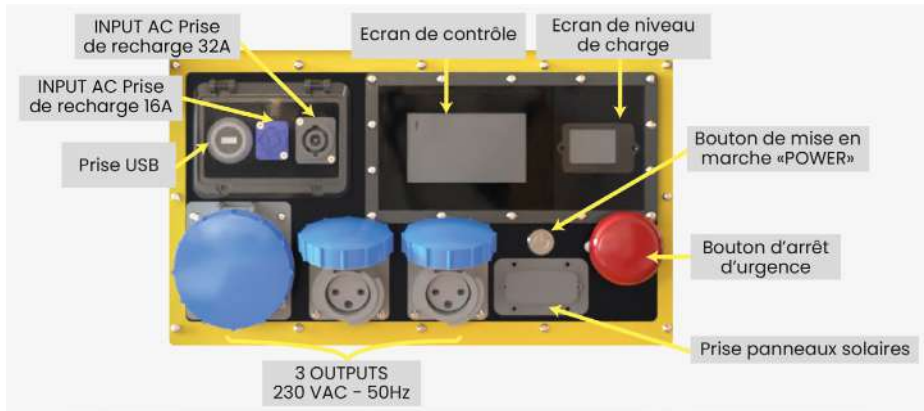
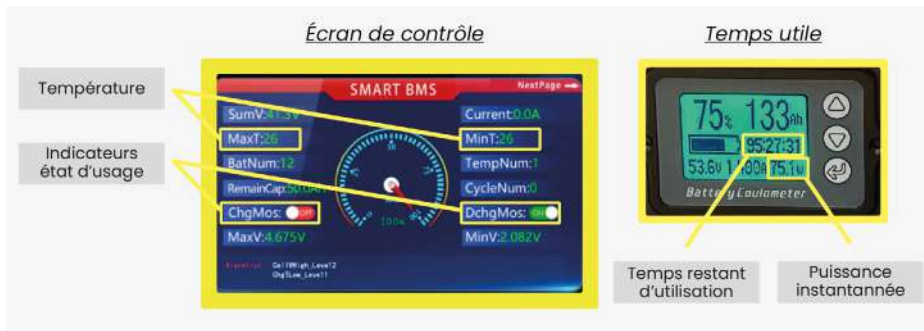

Figure 1 : Face arrière de l'appareil
Figure 2 : Zoom sur les écrans situés face arrière de l'appareil
- Régime de neutre isolé (IT). Avant toute utilisation, l'appareil doit être mis à la terre à l'aide d'un piquet de terre (non vendu avec l'appareil). Assurez-vous de respecter les exigences locales et les réglementations applicables pour installer l'appareil.
- L'entrée photovoltaïque (PV) est au maximum de 5500 W (MPPT de 90 à 450 VDC – 500 Voc) (cf. §II.2 « Caractéristiques techniques de l'appareil »)
- Lorsqu'il n'est pas utilisé, l'appareil doit être éteint en pressant le bouton « POWER » (cf. §III.3 « Arrêt de l'appareil » & §II.3 Figure 1 et 2).
- Le sectionneur de batterie (aussi identifié « Emergency stop » sur l'appareil, cf. §II.3 Figure 1) ne doit être utilisé que dans les cas suivants :
- Il est interdit d'utiliser le guidon (cf. §II.3. Figure 2) de l'appareil comme point de levage.
La partie « interface homme-machine » se trouve principalement sur la face arrière de l'appareil (cf. Figure 1). Certaines fonctions telles que les disjoncteurs ou les prises de parallélisation se trouvent sur les faces latérales (cf. Figure 2).
- Assurez-vous que les prises d'air/ ventilation (cf. §II.3. Figure 2) de l'appareil ne sont pas obstruées.
- Raccorder l'appareil à la terre, à l'aide d'un piquet de terre (cf. §II.3. Figure 2).
Afin de connaître l'emplacement des boutons, se référer au §II.3. Figure 1 & 2.
Connecter d'abord le câble au port de recharge « INPUT AC » de l'appareil, puis la prise au secteur (ex : 230VAC, prise 16A ou 32A) en utilisant uniquement le câble fourni avec celui-ci (cf. §II.3. Figure 1).
- 1) Baisser/positionner sur « OFF » le disjoncteur « PV IN » (cf. §II.3. Figure 2) avant de connecter l'installation photovoltaïque.
- 3) Connecter en premier la prise panneau solaire Anderson à l'appareil (cf. §II.3. Figure 1) puis brancher votre installation photovoltaïque.